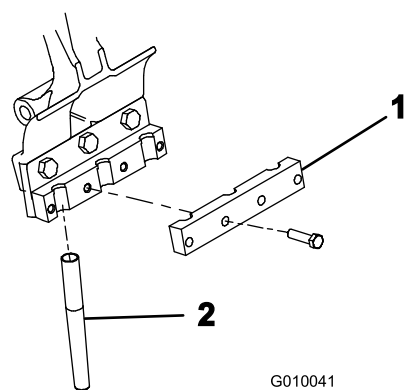

Figura 24
5. Instale provisionalmente una abrazadera de taladros en cada portataladros con 4 pernos de 3/8 x 1-1/2" (Figura 24). No apriete los pernos.